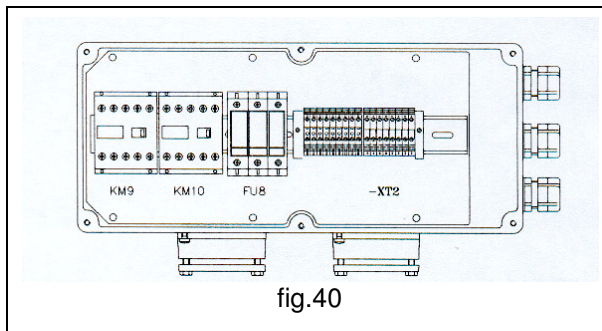

fig.40
- Gli schemi elettrici sono forniti all'interno dell'apparecchiatura comando rotazione (fig.40).
- Gli schemi elettrici sono forniti all'interno dell'apparecchiatura elettrica (fig.40 bis).
fig.40 bis